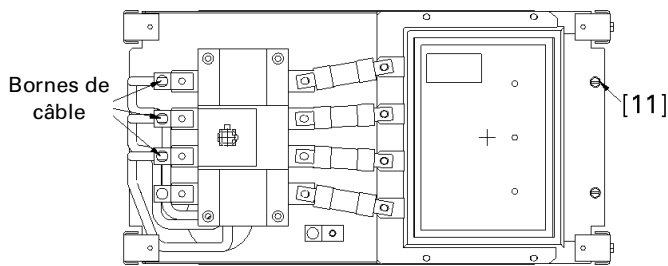

Figure 7. Installation des connexions de câble au TVSS.
3. **Installer l'unité ACT TVSS.** Faire passer les assemblages de câble par les trous circulaires dans l'unité ACT TVSS [8]. Fixer l'unité ACT TVSS au côté de rail Z avec quatre vis autotaraudeuses #10-32 x 7/16" [11], tel qu'illustré à la Figure 7, et serrer à 22 -lb.-po. Orienter l'unité, de manière à ce que l'étagère soit à droite et que l'interrupteur de débranchement soit à gauche.